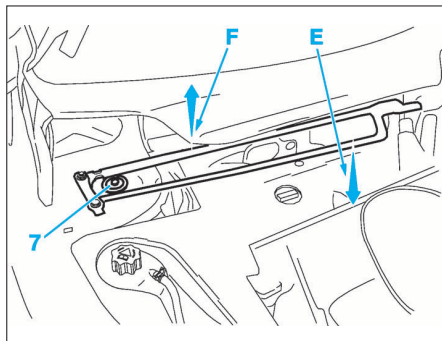

FIG. 18
• Appuyer en (E) et soulever en (F) afin de passer le mécanisme par dessus la fixation (7) de l'amortisseur droit (Fig.18).